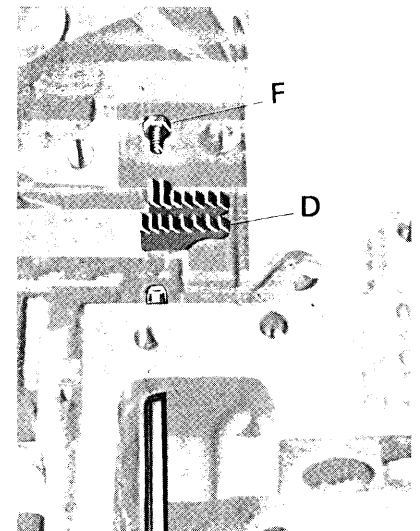

fig. 9
- Montare la griffa posteriore D (fig. 9) e appolare le slitte porta griffa.